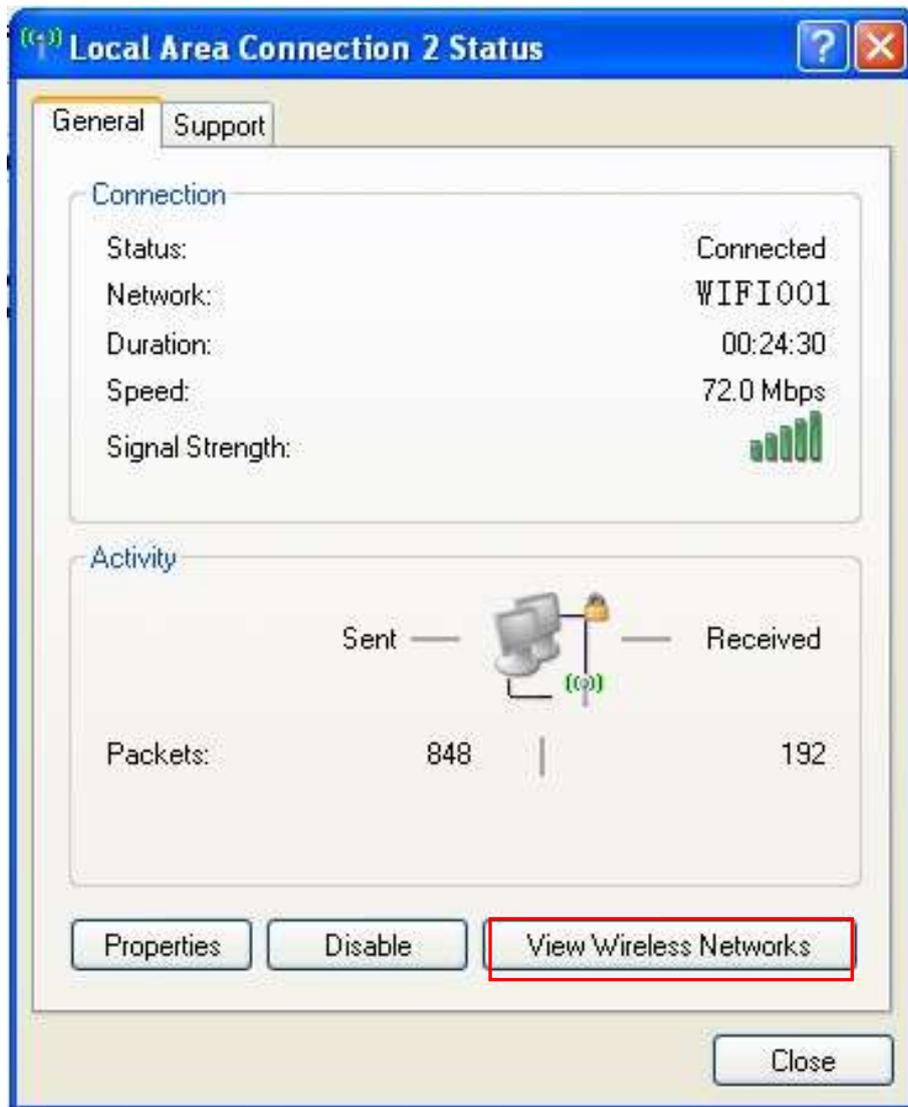
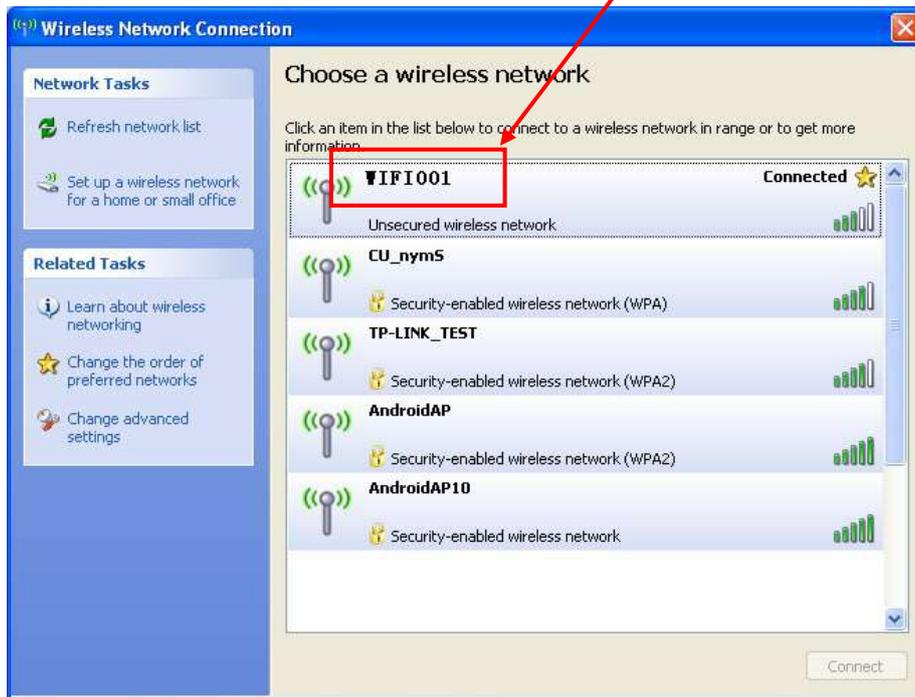

Figura 13
Figura 14
- ⑥ Cierre la ventana, y haga clic en la opción “ver redes inalámbricas” (Figura 13). Cuando la ventana de “Conexion inalámbrica” de doble clic en el portal cautivo y la conexion será deshabilitada. (Figura 14)